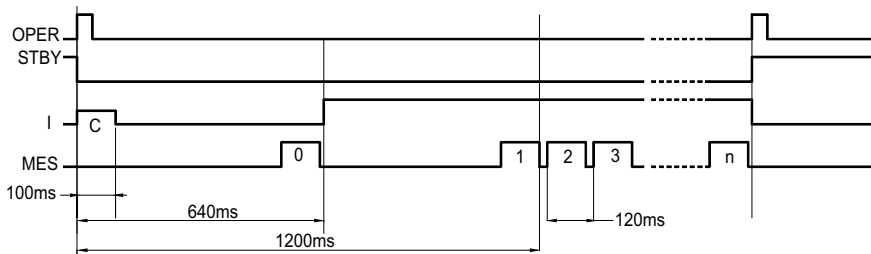

Figura 4-5
- Todas las mediciones siguientes implican sólo la medición de un  $V_n$  ya que el valor  $V_0$  permanece en la memoria. La secuencia de eventos en una medición se muestra en la Figura 4-5 en la página siguiente.